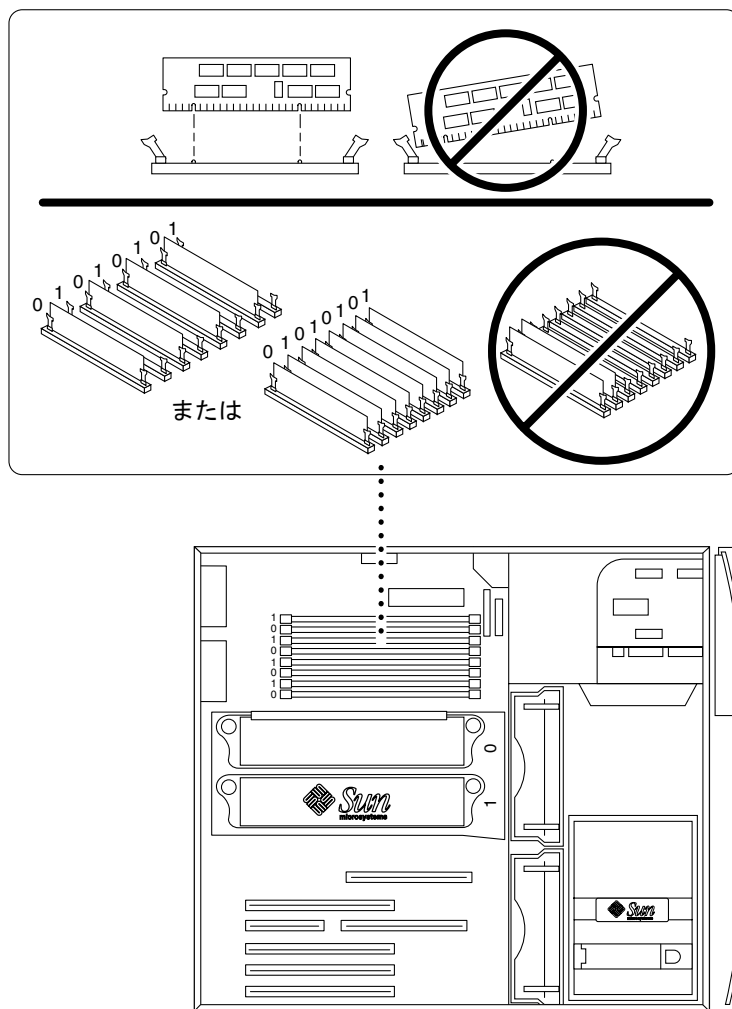

図 15 追加 DIMM の取り付け作業
3. 次の手順で、マザーボードの空いている DIMM コネクタに 4 枚の DIMM を取り付けます (図 15 を参照)。